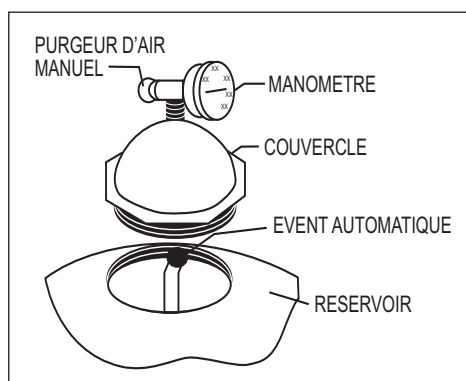

Figure 1.
- Faites pivoter le diffuseur pour le décentrer dans le réservoir des TR40, 60, TR60 ClearPro, 100 & 140 en le tournant dans le sens inverse des aiguilles d'une montre. (**REMARQUE:** Le multidiffuseur ne doit pas être déplacé sur les modèles TR100HD, TR100C, TR100C-3 et TR140C, TR140C-3. Après avoir mis en place le matériau de filtrage comme indiqué plus loin, vérifiez que le haut des diffuseurs est parallèle au lit de sable.) Remplissez à moitié le réservoir d'eau. Versez d'abord le gravier pisiforme (le cas échéant), puis le sable lentement dans le haut du filtre, pour éviter que l'impact créé par le matériau de filtrage endommagé les éléments latéraux. Voir les données figurant dans le Tableau B du présent livret pour les quantités correctes de sable et de gravier. Remplacez le filtre jusqu'au niveau permettant de maintenir une hauteur au-dessus du sable constante (voir Tableau B). Faites pivoter le diffuseur pour le ramener dans sa position verticale si vous l'avez déplacé. Veillez à ce que l'évent automatique dépasse dans le haut du couvercle, comme indiqué sur la Figure 1 ci-dessous. Vérifiez que l'évent est centré dans le couvercle. Enlevez tout sable entourant l'ouverture fileté en haut du réservoir.